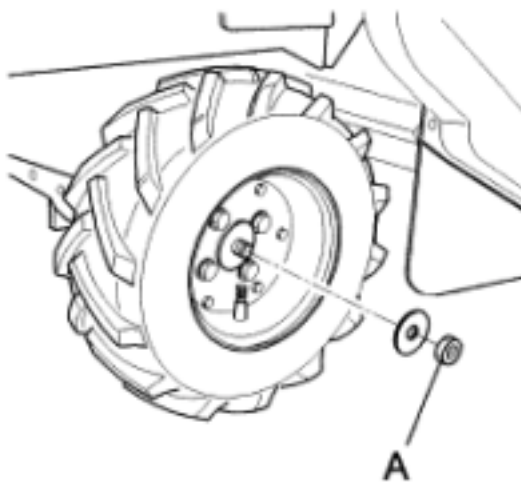

Fig. 7
- togliere la ruota indicata in fig. 7, svitando e togliendo la vite di fissaggio centrale (fig. 7, rif. A)